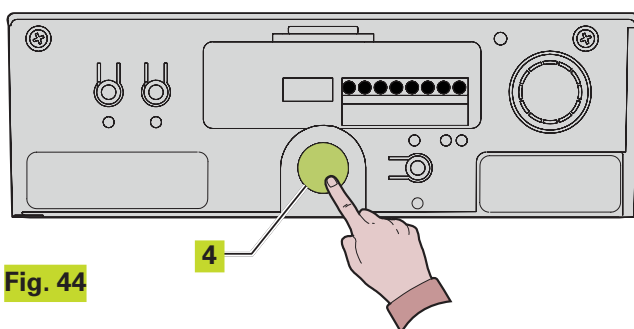

Fig. 44
- 2) L'opérateur actionne la porte en ouverture. Attendre l'arrivée en butée ou bien donner une commande d'OPEN (Fig. 44 réf. ④) dans la position dans laquelle on souhaite arrêter le mouvement.